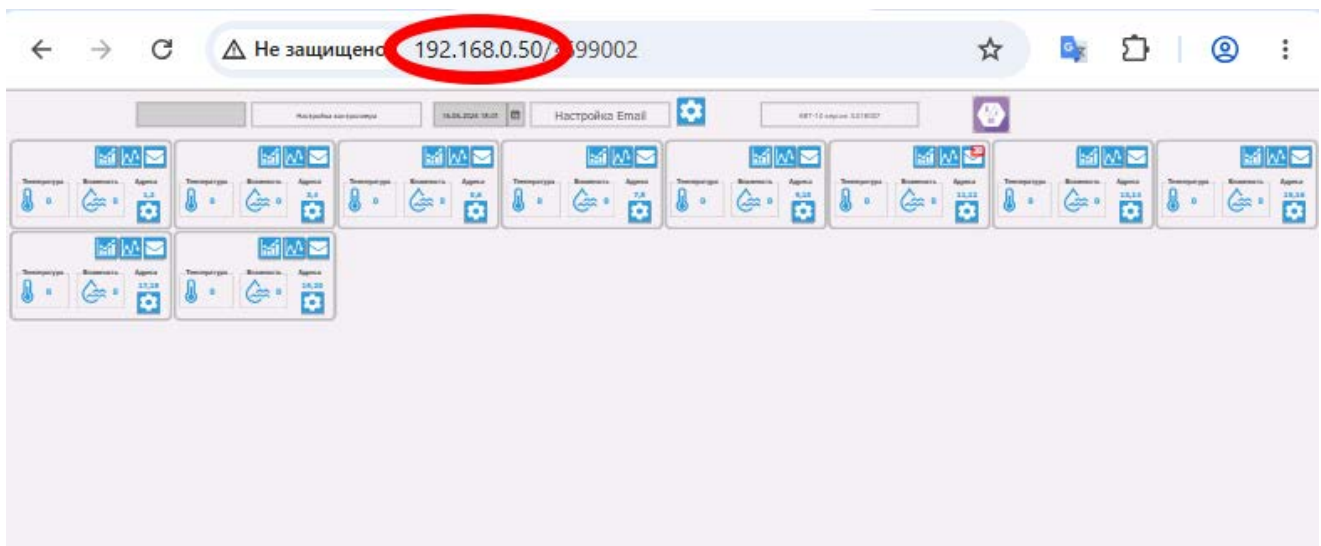

Рисунок 5. Начальный вид окна просмотра параметров температуры и влажности в браузере
5.2 Комплект переходит в рабочий режим при подаче сетевого напряжения. Данные о температуре и влажности в контролируемых точках отображаются на ПК пользователя через встроенный веб-сервер SCADA-системы. Доступ к данным по сети Ethernet открыт в любом браузере (кроме Internet Explorer) по адресу <http://192.168.0.50/> (адрес по умолчанию) (см. рис. 5).